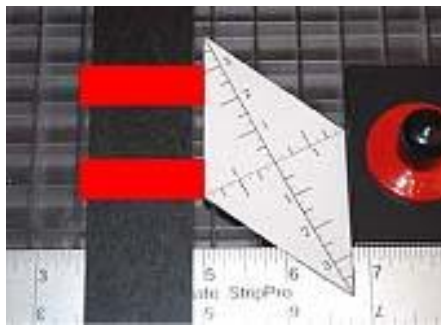

Abbildung 2
2. Um die Breite des benötigten Glas Stücks fest zustellen, legen Sie den Ausschnitt auf der Lineal, wie unten dargestellt. (Bild 2)